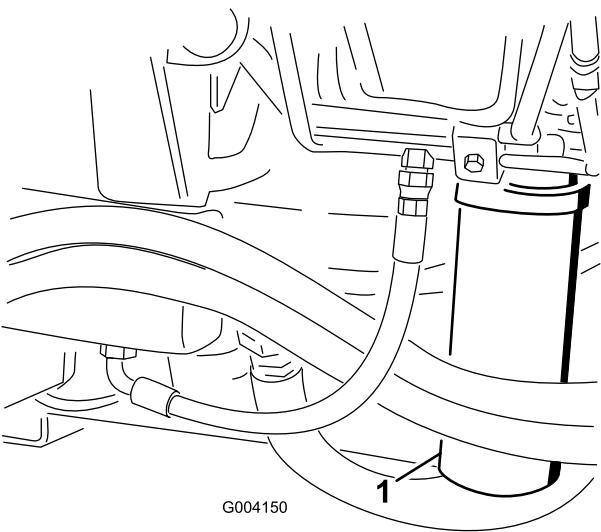

Figura 81
2. Pulite l'area di montaggio del filtro e collocate una bacinella di spurgo sotto il filtro (Figura 80) e (Figura 81).